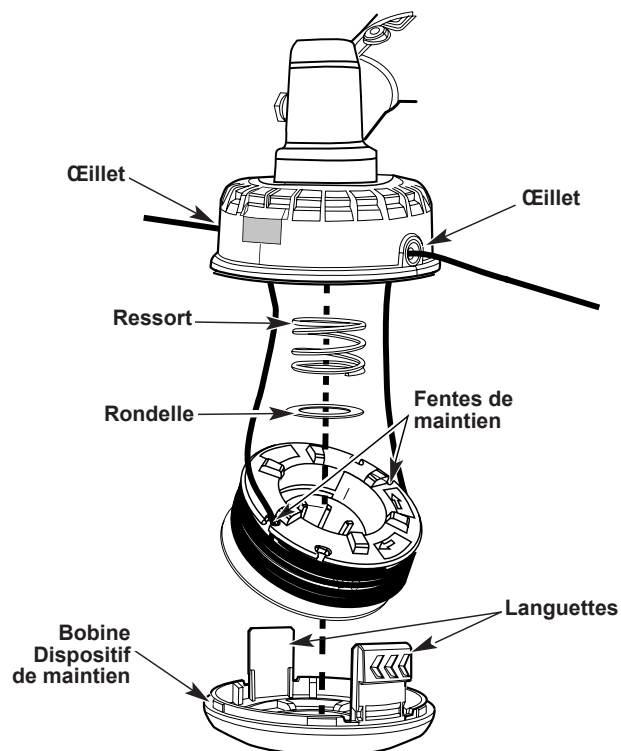

Fig. 14
1. Poussez les languettes sur le côté du porte-bobine et tirez pour l'enlever. (Fig. 14).
5. Installez le porte-bobine en appuyant sur les languettes dans les fentes et en poussant la bobine vers le bas jusqu'à ce que le porte-bobine s'enclenche. (Fig. 14).